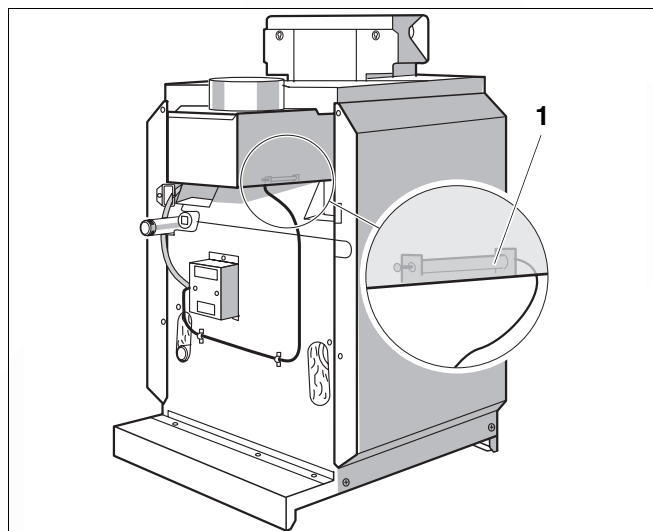

Рис. 2 Система контроля дымовых газов AW 50
- Система контроля дымовых газов AW 50 (рис. 2, поз. 1) через несколько минут вновь автоматически запускает горелку при наличии запроса на тепло от теплопотребителей.